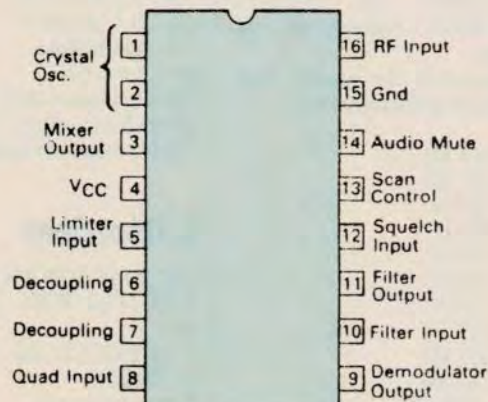

Fig. 11. - Brochage du MC 3361.
- **Le MC3361.** Ce circuit Motorola, dont la structure interne est simplifiée en figure 10, a quasiment le même brochage que le MC3357 (voir fig. 11). Un peu plus récent, il intègre quelques composants passifs, ce qui simplifie son installation. En fait, il ne lui manque que quelques découplages. Pour le reste le schéma demeure identique à celui du RX10 et les performances égales.